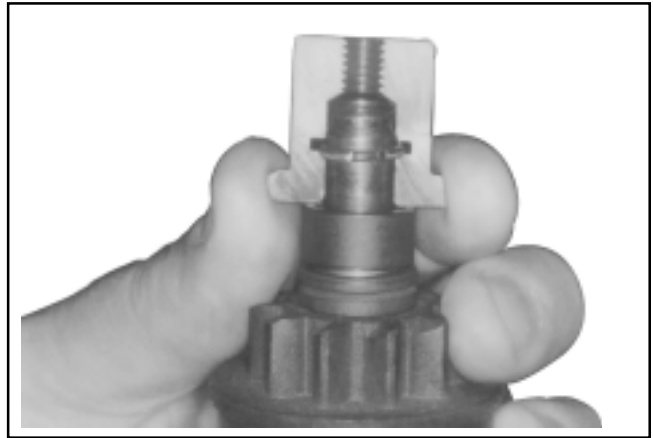

Figure 7-13. Montage des moitiés intérieures de l'outil de dépose autour de l'arbre de l'armature et bague de maintien.
3. Maintenir la coupelle de ressort en position rétractée, assemblez les moitiés intérieures de l'outil de dépose autour de l'arbre de l'armature avec la bague de maintien dans la gorge intérieure (voir la Figure 7-13). Glissez le collier sur les moitiés intérieures pour les maintenir dans cette position.